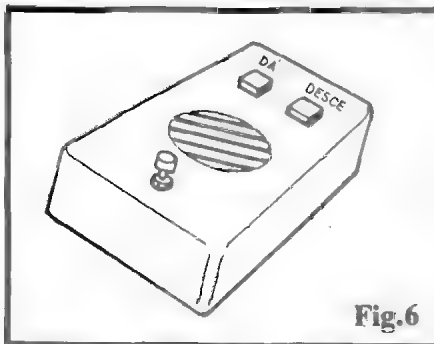

Fig. 6
- **FIG. 6 - SUGESTÃO PARA CAIXA/ACABAMENTO** - São, certamente, muitas as possibilidades de finalização do ODODE, porém a mais simples costuma ser a melhor (esse axioma também é válido em questões puramente estéticas...). Assim, a distribuição dos LEDs, furos de saída de som da cápsula piezo, **push-button**, etc., no painel principal do **container**, poderá obedecer a sugestão da figura. São muitas as caixas plásticas padronizadas, ofertadas no varejo especializado, e que se prestarão ao acondicionamento do circuito do ODODE, com bons resultados visuais... Marcação feitas com caracteres transferíveis ("Letraser" ou similar...) darão um aspecto mais profissional e sofisticado ao conjunto (aquela brincadeira dos rótulos "DÁ" e "DESCE", visto junto aos LEDs na figura, obviamente que não é obrigatória, podendo ser substituída por qualquer outro conjunto dual de marcações...).